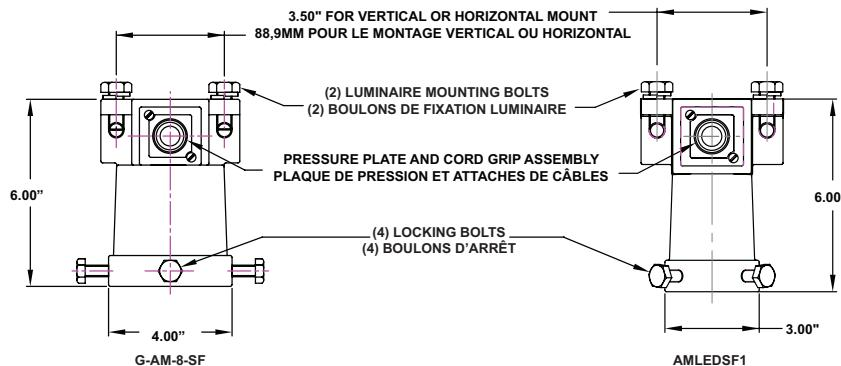

Figure 10: Poletop Slip-Fitters (P/Ns: G-AM-8-SF & AMLEDSF1) | Embouts de poteau (réf. : G-AM-8-SF et amledsf1)
1. Loosen the two screws on the pressure plate for cord/cable entrance. See Figure 10.
Desserrez les deux vis de la plaque de pression pour permettre l'entrée du cordon/câble. Reportez-vous à la Figure 10.
5. Mount the luminaire with yoke to the poletop slip-fitter using the two luminaire mounting bolts (supplied). Tightly secure the bolts. See Figures 10 & 11.
Montez le luminaire avec l'étrier sur l'embout de poteau à l'aide de deux boulons de fixation de luminaire (fournis). Serrez fermement les boulons. Reportez-vous aux Figures 10 et 11.